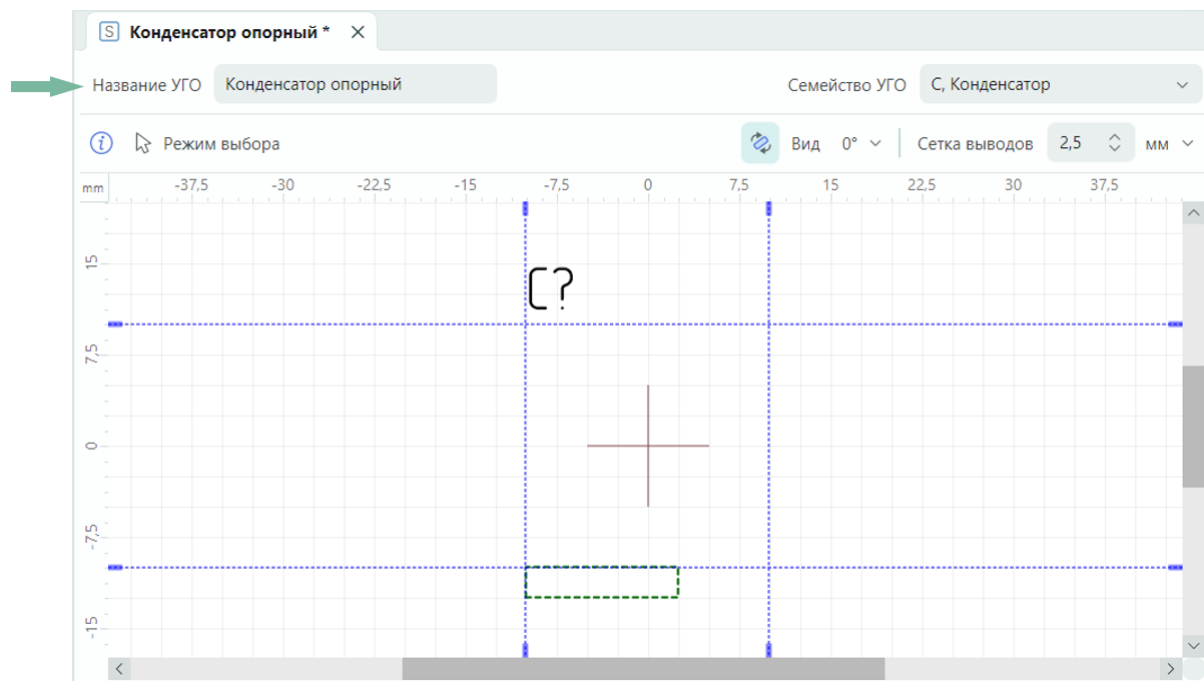

Рис. 44 Ввод названия УГО
3. Введите название УГО, см. Рис. 44.